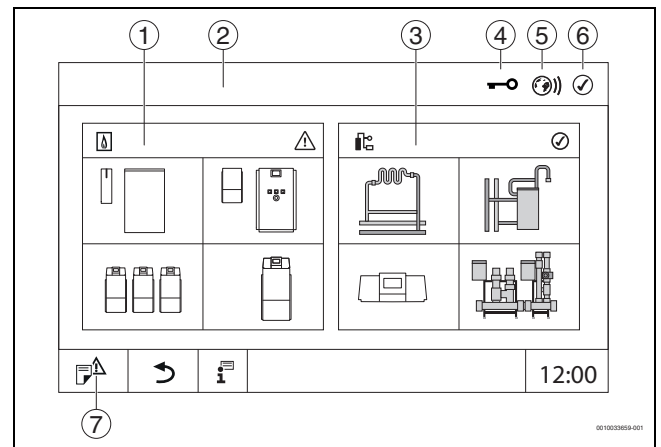

Рис. 3 Обзор системы (пример)
- ▶ Коснитесь **установка** (→ рис. 3, [3], стр. 7).